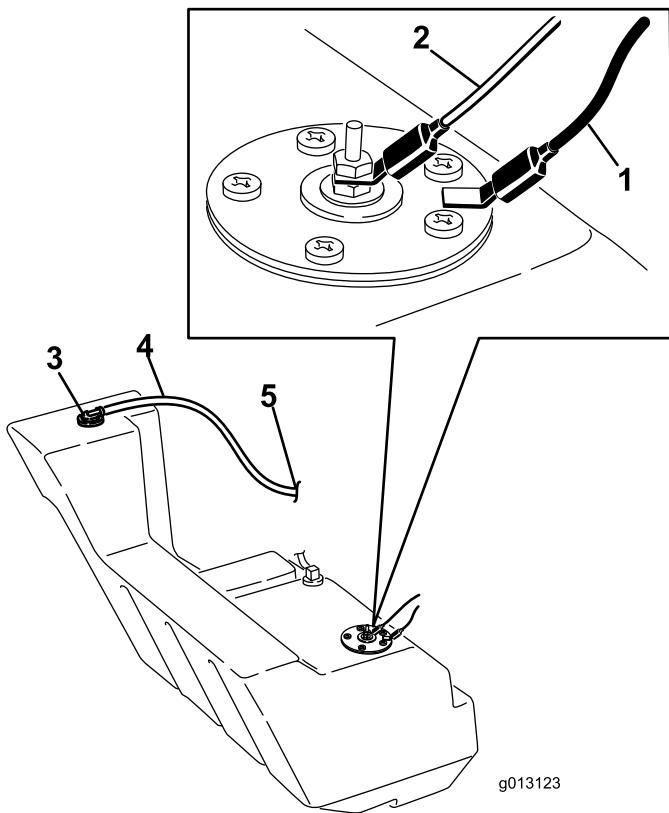

Bild 59
11. Ziehen Sie die beiden Kabel ab, die zur rechten Tankseite führen (Bild 59).
- 20. Auf der rechten Seite des Tanks verbinden Sie das orange Kabel mit dem inneren Pol und das schwarze Kabel mit dem äußeren Pol (Bild 59).